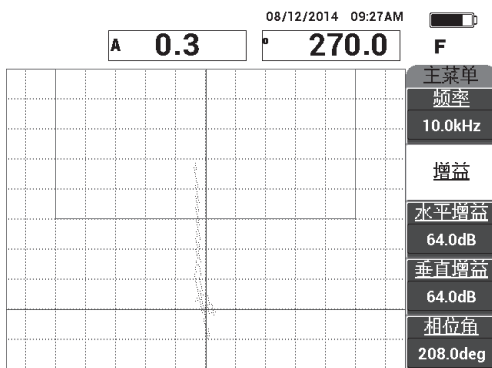

图 6-26 信号波幅被调整后进入到报警框中
- 按**增益**键（**dB**），然后调整信号波幅，使脱粘信号进入报警框中，并从平衡点位置（十字准线）延伸大约 5 个分区（参见第 139 页的图 6-26）。